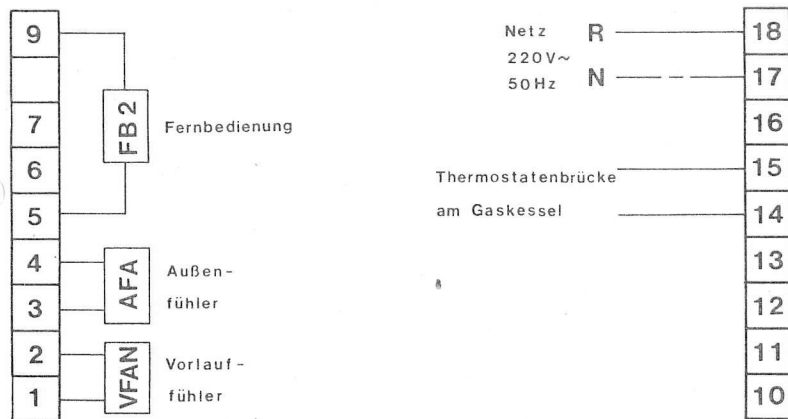

Bild 6 Anschlußschema zu 2.1.2
2.1.2 Witterungsabhängige Vorlauftemperaturregelung mit Fernbedienung FB2 Ersatzwiderstand von Klemmen 5—6 entfernen Bild 6